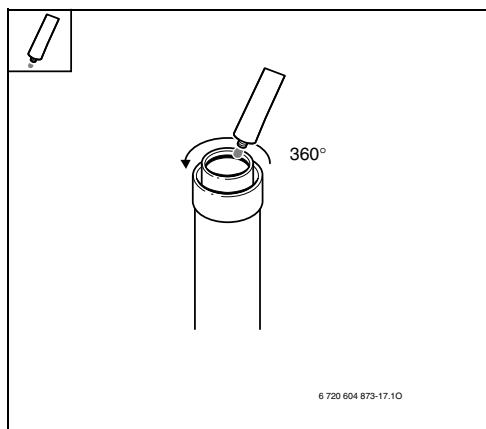

Fig. 31
► Aplicar un poco de grasa exenta de solventes (por ej. vaselina) en el sello/junta del lado del escape (Fig. 31).